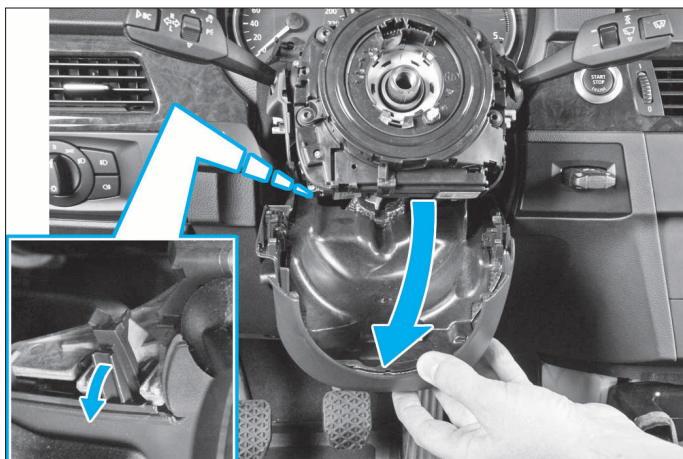

FIG. 10
• Dégrafer la demi-coquille inférieure maintenue principalement par 2 crochets plastiques situés de chaque côté (Fig.10).